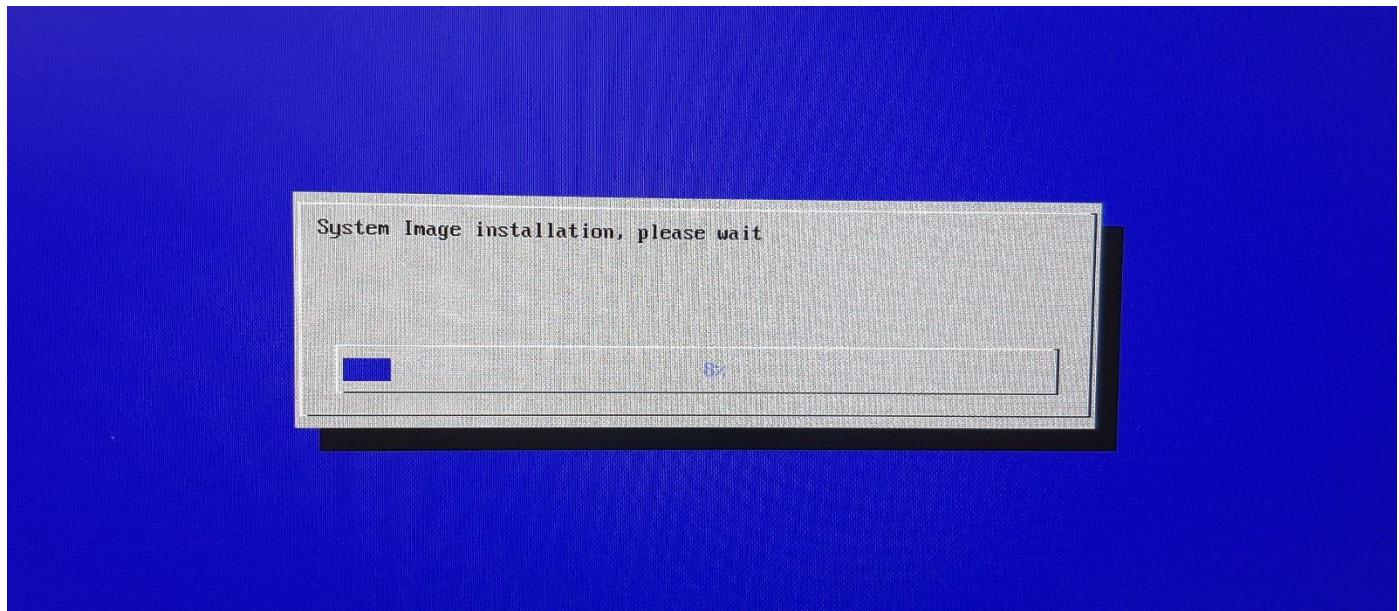

Рис. 20
- запустить скрипт sysinstall.sh. Скрипт отобразит окно прогресса выполнения задачи и автоматически завершится при окончании копирования (Рис.20)